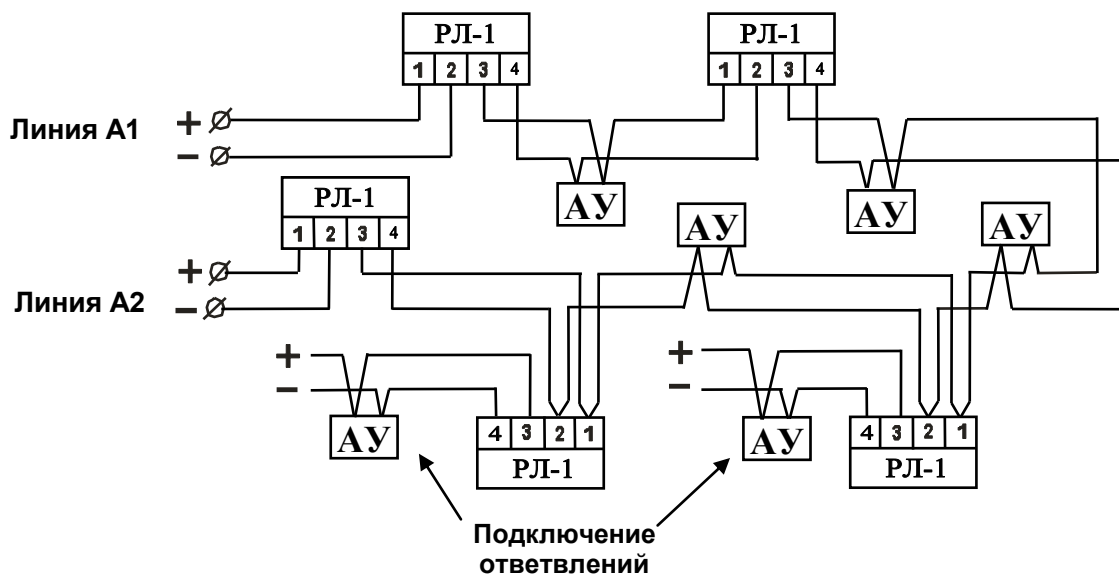

Рис.7. Защита информационной линии от короткого замыкания с помощью размыкателей линии.
6.2.3. Для подключения ответвлений, а также для локализации коротких замыканий в кольцевой информационной линии желательно использовать размыкатели линии РЛ-1 (рис.7). Размыкатели отключают короткозамкнутые участки линии и автоматически восстанавливают ее целостность при исчезновении короткого замыкания.